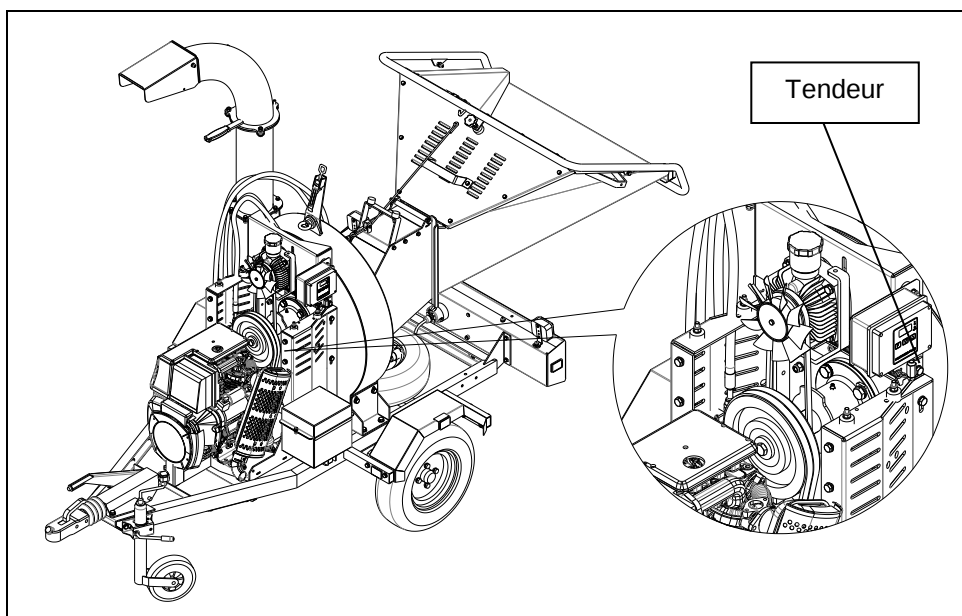

Fig. 27
- Visser la vis du tendeur pour relâcher la tension des courroies (fig. 27).